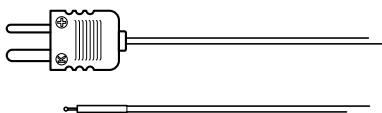

Figura 5.3 Termopar tipo K suministrado
2. Conecte la toma subminiatura del termopar tipo K (consulte la **Figura 5.3**) a la toma del compartimento superior.